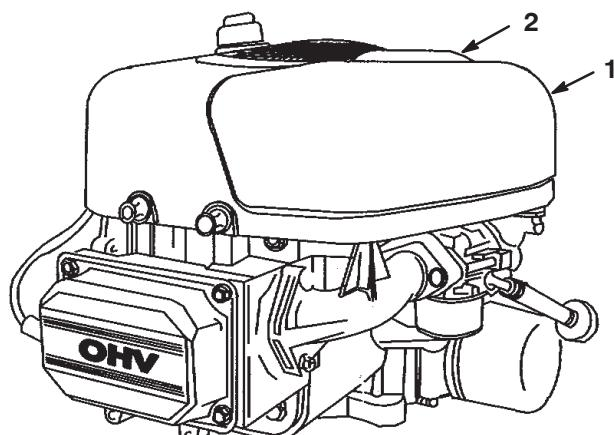

Figure 22
- Nettoyez la surface autour du filtre à air pour éviter que des impuretés ne s'introduisent dans le moteur et l'endommagent. Tirez la poignée du couvercle du filtre à air et tournez-la vers le moteur (Fig. 22). Déposez le couvercle du filtre à air.